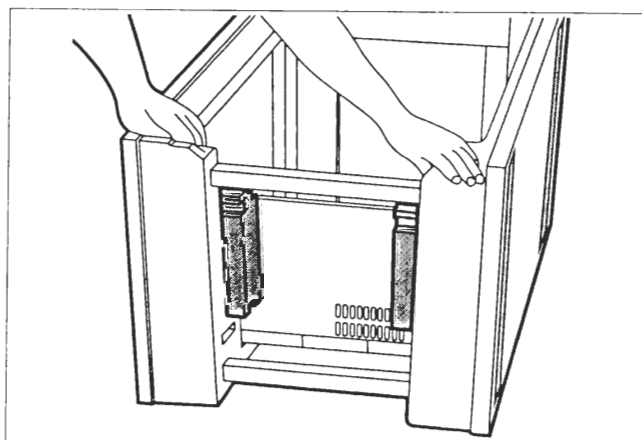

figura 4
- Per estrarre il mantello dall'involucro è necessario asportare prima i tasselli di riempimento (vedi figura 4);
- Spingere verso l'esterno le due metà dell'involucro ed estrarre il mantello (vedi figura 4).